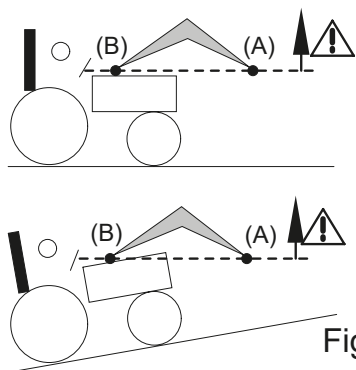

Fig. 2
- При подъеме и перемещении груза необходимо следить за грузом с момента, когда шарнир навесного оборудования (А) пересек горизонтальную линию, проходящую через шарнир погрузчика (В) [рис. 2]. При необходимости исправить положение навесного оборудования так, чтобы груз не был направлен в сторону водителя [рис. 3].
ОПАСНОСТЬ: Если груз не зафиксирован должным образом, существует опасность падения груза, когда шарнир навесного оборудования (А) выходит за пределы горизонтали шарнира погрузчика (В) [см. рис. 2].
ОПАСНОСТЬ: Запрещается углублять погрузчик, если шарнир навесного оборудования (А) выходит за пределы горизонтали шарнира погрузчика (В) [см. рис. 2].